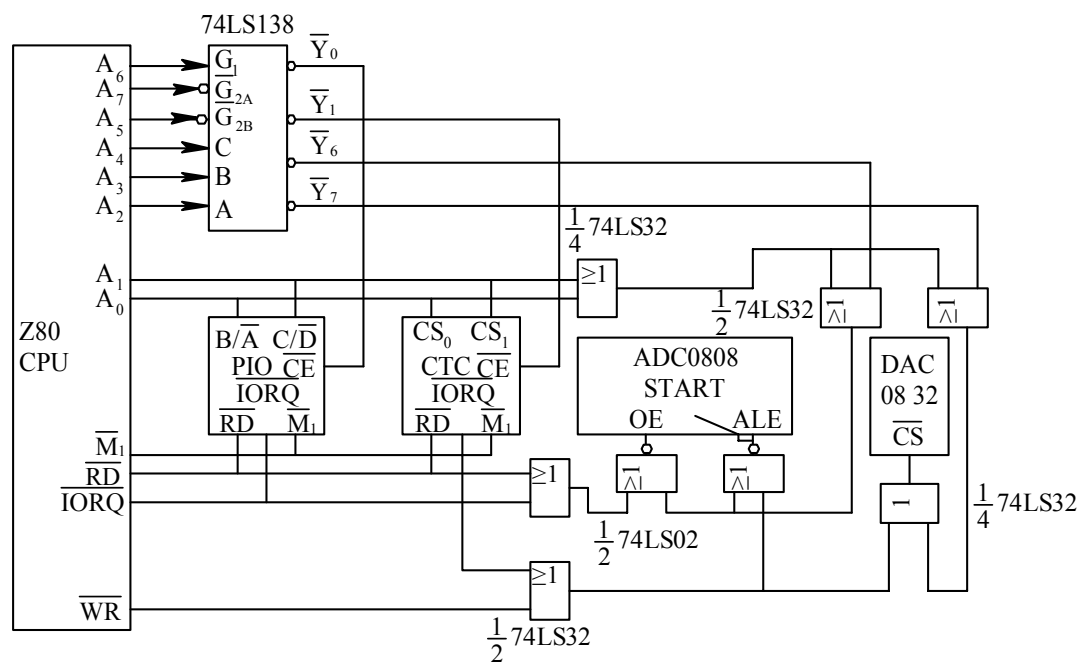

图7-17 I/O接口地址译码扩展
- 例7-1 此例采用8位的Z80CPU的微机控制系统，按控制要求扩展一个并行接口芯片PIO、一个计数器/定时器（CTC）、一个8位的A/D转换器（ADC0808）和一个8位的D/A转换器（DAC0832）。若指定它们的地址分别为40H~43H、44H~47H、58H和5CH，那么可以设计出如图7-17所示的地址译码电路。
- 图7-17中，独立编址方式的片选信号只利用地址总线的低8位 ($A_0 \sim A_7$) 译出，为了区别是访问存储器还是访问I/O接口，IORQ信号是必须用的。同时，为了控制数据流向也要使用读 (RD)、写 (WR) 信号。但是Z80P10和Z80CTC芯片有些特殊，没有WR信号引脚，它是利用IORQ、RD 和 M_i 三个信号通过内部逻辑电路的组合而得到读、写、复位、中断响应等控制信号的。